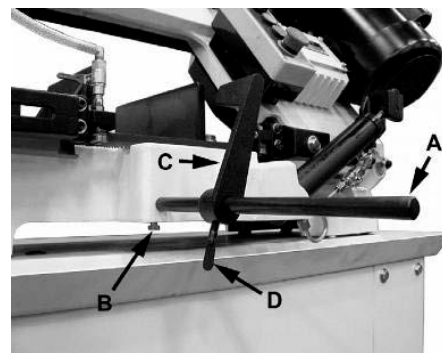

Рис. 4
Установите упорную штангу (А, Рис. 4) на станине станка, используя шестигранный винт (В). Зафиксируйте удлинительный упор (С) шиповым винтом (D).